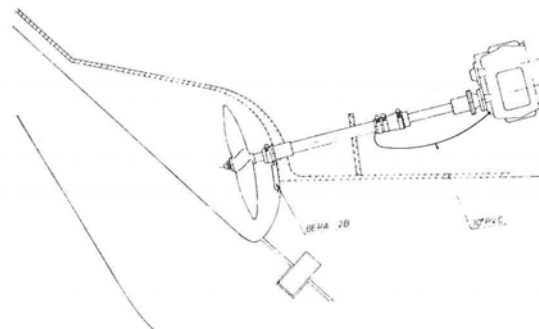

Fig. 19
- 3.11 Kontroller, at der er elektrisk kontakt ved den elektriske forbindelse på stævnørret mellem gear og stævnør (fig. 19).
For at undgå tæring på skruen som følge af galvaniske strømme bør der monteres tærezink udvendigt på skibsskroget. For at opnå en effektiv beskyttelse skal der forefindes elektrisk kontakt mellem tærezink (anode) og skrue (katode). Dette kan opnås ved at montere tærezink og elektriske forbindelser som vist principielt på fig. 19.